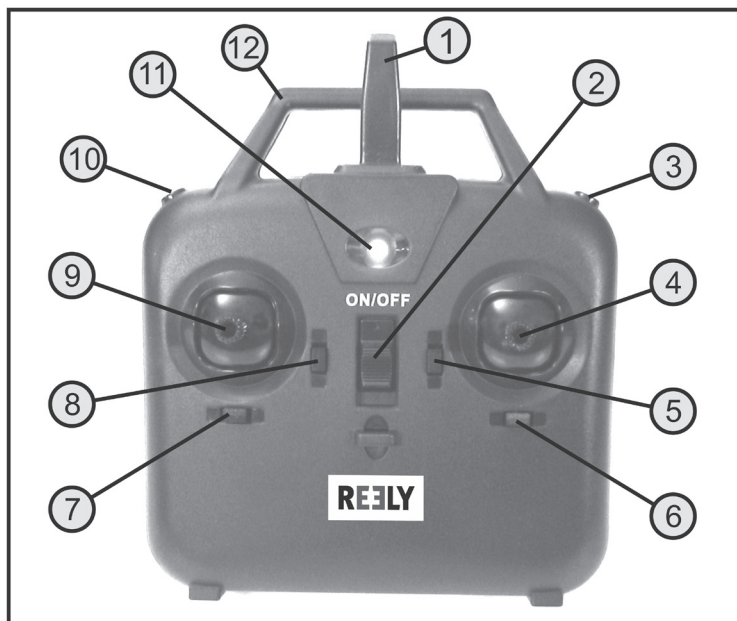
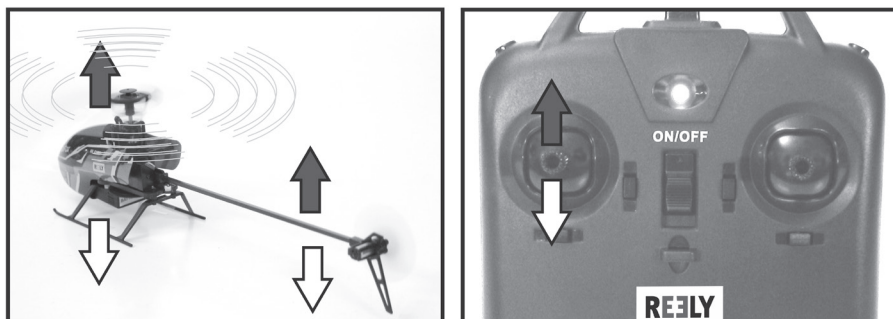

Figure 1
Figure 8
Pour ce faire, faites glisser l'interrupteur Marche/Arrêt (voir également figure 1, pos. 2) de la position inférieure (« OFF » =arrêt) vers la position supérieure (« ON » = Marche).
L'émetteur émet un signal sonore et l'affichage LED (voir également figure 1, pos. 11) commence à clignoter lentement.
Déplacez le levier de commande des fonctions de Pas et Arrière (voir également la figure 1, pos. 9) vers la position la plus élevée. L'émetteur émet de nouveau un signal et le voyant à diode LED clignote alors rapidement.
Mettez ensuite l'émetteur en marche au moyen de commutateur Marche/Arrêt (voir figure 1, pos. 9).
Déplacez à présent le manche pour la fonction de Pas et Arrière (voir figure 1, pos. 9) une fois à fond vers le haut, puis à fond vers le bas et de nouveau en position centrale. Cela permet de relier numériquement le modèle à la télécommande pour pouvoir procéder aux commandes.
La liaison correcte entre le modèle et l'émetteur peut être facilement vérifiée avant un décollage. Pour ce faire, déplacez le levier de commande de la fonction de Tangage et de Roulis (voir figure 1, point 4). Le plateau cyclique situé sous la tête du rotor doit toujours se déplacer dans le même sens que la déviation du levier.
A l'aide de la fonction de Pas, vous pouvez régler la hauteur de vol de l'hélicoptère (voir figure 8). La commande s'effectue à l'aide du levier de commande de gauche (voir également figure 1, pos. 9). Celui-ci peut être déplacé vers le haut et vers le bas à partir de la position centrale. Comme les angles d'incidence des deux pales du rotor principal ne sont pas interchangeables, la régulation de l'altitude de vol se fait en modifiant la vitesse du rotor principal.
Si le levier de commande se trouve en position médiane, l'hélicoptère se maintient à la même altitude. Lorsque l'on déplace le levier vers le haut, la vitesse du rotor principal augmente et le modèle réduit d'hélicoptère monte (voir les flèches sombres à la Figure 8). Lorsque l'on déplace le levier vers le bas, la vitesse du rotor principal diminue et le modèle réduit d'hélicoptère descend (voir les flèches claires de la figure 8).